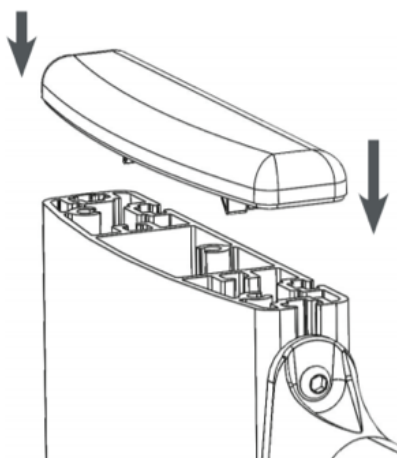

Figure 7 – Placement du bouchon d'extrusion
2. Insérer les bouchons d'extrusion dans la partie supérieure des rails d'extrusion en appuyant pour les mettre en place. Voir figure 7 ci-dessous.